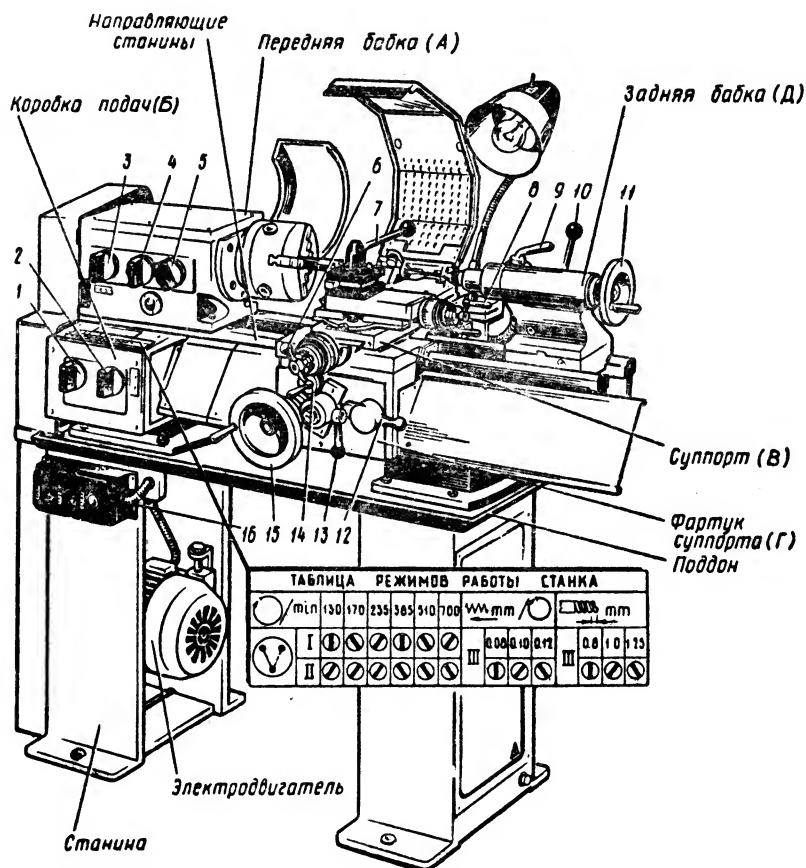

Рис. 35. Токарно-винторезный станок ТВ-6:
Основные части станка (см. рис. 35) — станина, в левой нижней части которой установлен электродвигатель, поддон, на-
В передней бабке размещена *коробка скоростей А* (см. рис. 35). Она представляет собой механизм, с помощью которого осуществляется изменение частоты вращения ведомого вала (шпинделя) при постоянной частоте вращения ведущего вала. Она состоит из системы переключающихся зубчатых колес (см. рис. 36), которые приводятся во вращение от электродвигателя при помощи ременной передачи.
На передней верхней стенке коробки скоростей (см. рис. 35) расположены рукоятки переключения скоростей (4, 5) и показана схема их переключения.
*Коробка подач (Б, см. рис. 35)* — это механизм, предназначенный для изменения скорости и направления подачи режущего инструмента. Расположен в нижней части передней бабки станка. За счет переключения рукояток управления (1, 2, см. рис. 35) можно получать различные частоты вращения ходового вала или ходового винта и тем самым обеспечивать различные скорости перемещения резца вдоль оси заготовки. Для отсчета перемещения предусмотрены специальные устройства — лимбы. На подвижных дисках лимбов нанесены деления. Величина перемещения резца при повороте лимба на одно деление называется ценой деления лимба.
*Суппорт (В, см. рис. 35)* предназначен для закрепления и перемещения рукоятками 6, 8 режущего инструмента или заготовки. На верхних салазках суппорта установлен поворотный резцедержатель с рукояткой 7.
*Фартук суппорта (Г, см. рис. 35)* служит для перемещения резца. Резец приводится в движение вручную с помощью рукоятки 15 или механически, путем преобразования вращательного движения ходового вала или ходового винта рукояткой 13 в поступательное движение.
*Задняя бабка (Д, см. рис. 35)* служит для закрепления длинных заготовок, установки режущих инструментов. Она может перемещаться вдоль основания по направляющим и крепится к нему планкой с помощью рукоятки 10 с серьгой. В верхней части корпуса бабки находится пиноль, которую можно передвигать маховиком 11 и фиксировать в определенном положении рукояткой 9.